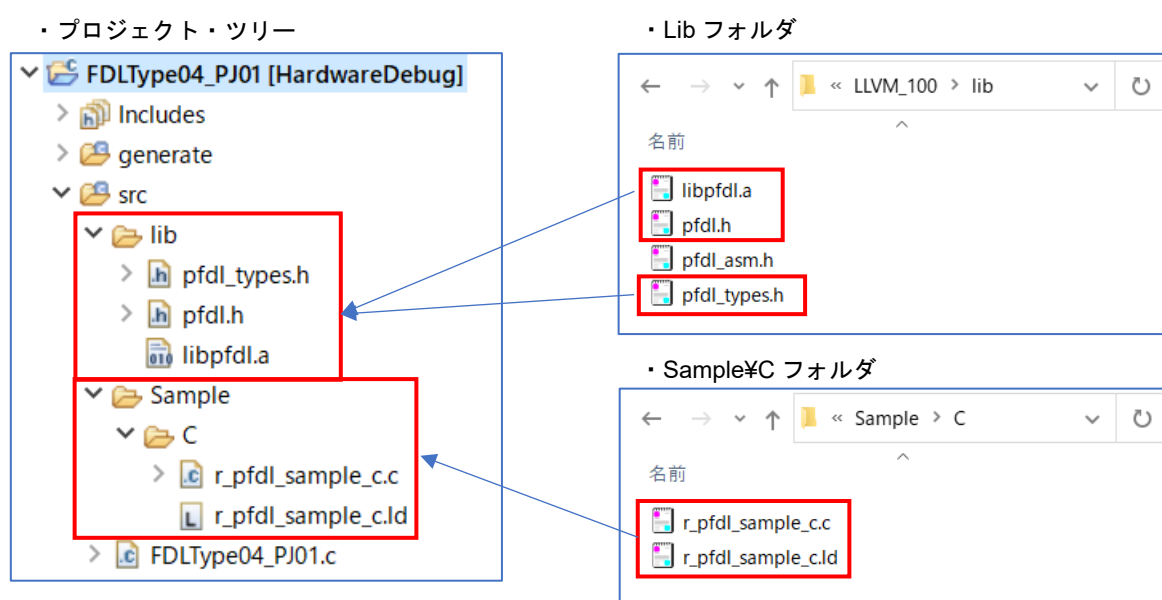

図 6-15 ソース、インクルードファイルの登録(LLVM)
- LLVM では、e² studio が出力する"src"フォルダにデータ・フラッシュ・ライブラリのファイル"pfdl.h", "pfdl_types.h", "libpfdl.a", "r_pfdl_sample_c.c", "r_pfdl_sample_c.ld"を登録します。（図 6-15）